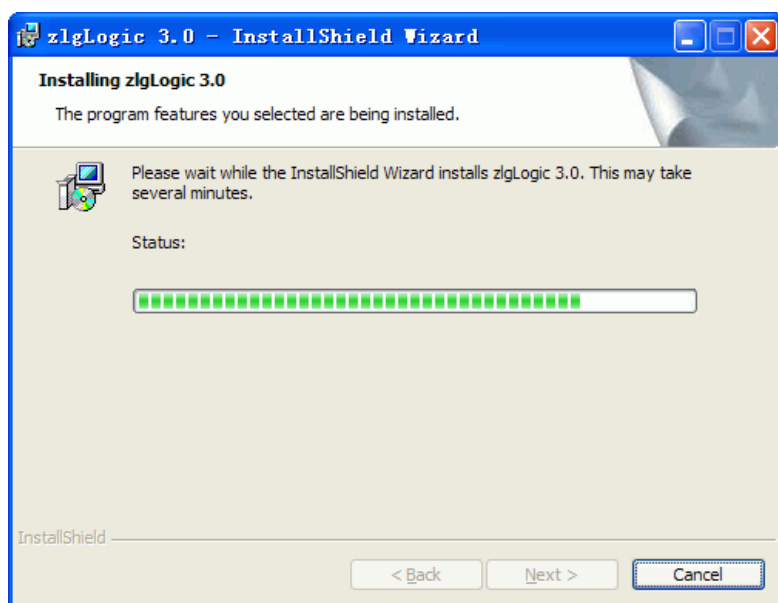

图 3.6 正在安装 zlgLogic 界面
(6) 检查安装信息，若确认无误，可点击“安装”继续，可以看到出现如图 3.6所示的zlgLogic安装界面。